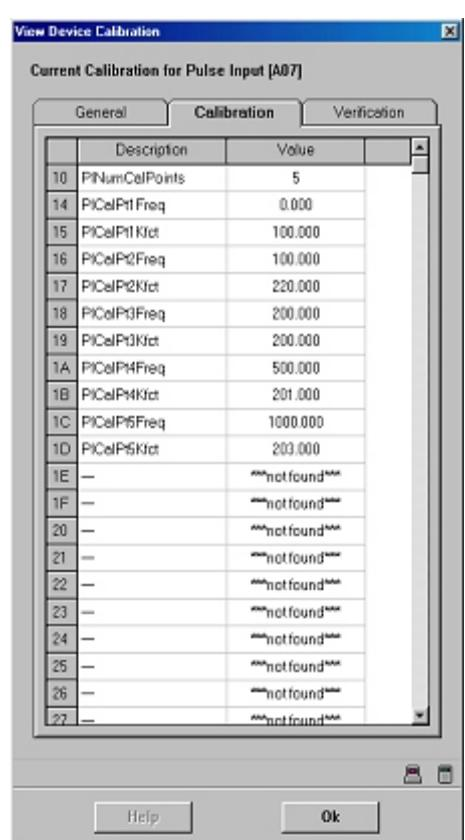

Figure 4 Device calibration window/Fenêtre Device calibration
5. Click the *Calibration* tab. Figure 4 shows an example of the window.
5. Cliquer sur l’onglet *Calibration*. La fenêtre obtenue est illustrée à la figure 4.